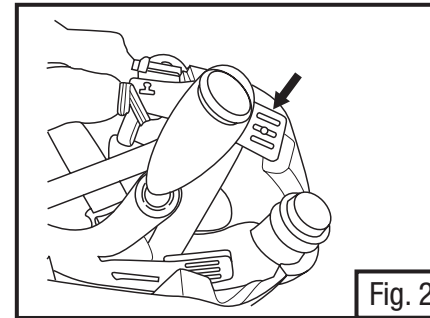

Fig. 2
- La banda para la cabeza del arnés puede ajustarse en cuatro posiciones. Hay dos posiciones de ajuste en la parte posterior del casco y dos en el frente. Para cambiar la posición de la banda para la cabeza, jale la ranura de ajuste de altura del pasador y vuelva a colocarla en otra ranura en la "escalera" (Fig. 2). Cada posición puede ajustarse de manera independiente para ajustar.